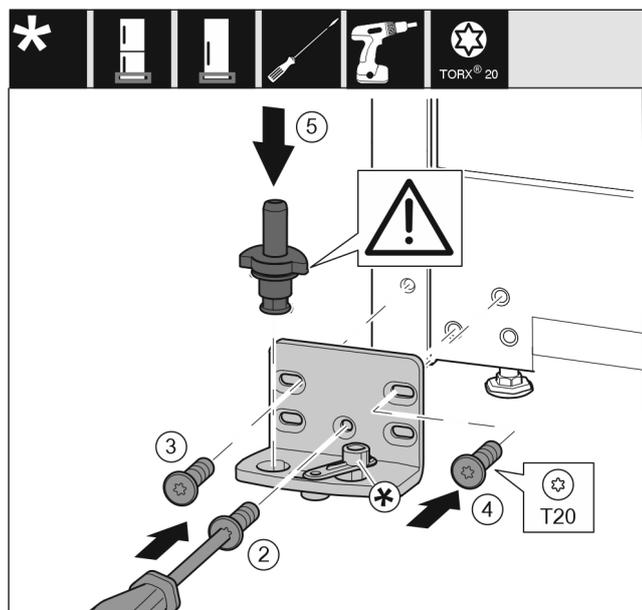

Fig. 19
- ▶ Placer le support de palier de l'autre côté et le visser avec un tournevis. Commencer par la vis Fig. 19 (2) en bas au milieu.
- ▶ Serrer la vis Fig. 19 (3) et la vis Fig. 19 (4).
- ▶ Insérer complètement l'axe de palier Fig. 19 (5). Veiller à ce que l'ergot soit orienté vers l'arrière.